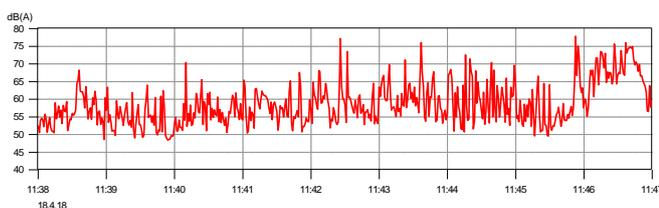

Abb. 1:
Es wurde ein mittlerer Geräuschpegel von  $L_{pAeq} = 62,1$  dB(A) und ein maximaler Schalldruckpegel von  $L_{pAFmax} = 79,8$  dB(A) gemessen (Abb. 1).